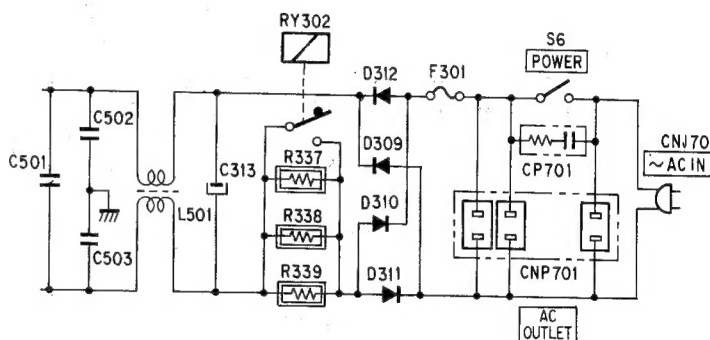

Fig. 2
(See Fig. 2)
2. LINE FILTER (See Fig. 2)